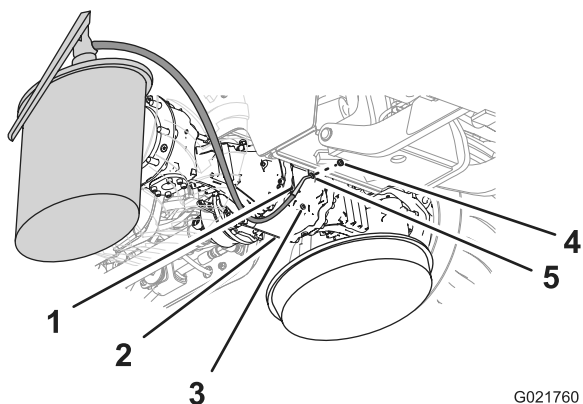
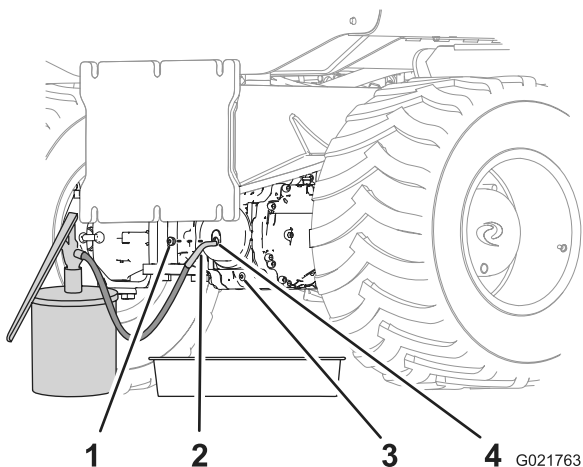

Figura 68
Figura 69
5. Montate uno dei tappi nel foro di spurgo (Figura 68 e Figura 69).
6. Rabboccate alloggiamento del pignone e assale con l'olio specificato attraverso il foro spia e controllate che il livello dell'olio nell'assale raggiunga la base della filettatura del foro (Figura 68 e Figura 69).
8. Montate il tappo restante nel foro spia nell'alloggiamento del pignone (Figura 68 e Figura 69).